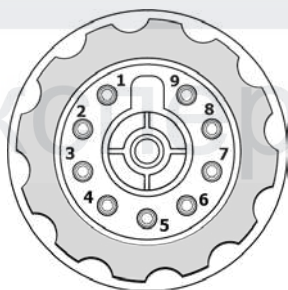

Рис. 8.6. Панельный разъем плазмотрона.
5. Разъём для подключения плазмотрона (См. рис. 8.6).